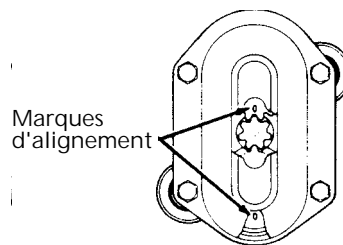

Figure 10 - Alignement d'engrenages
3. L'assemblage des engrenages nécessite leur alignement (Voir Figure 10).